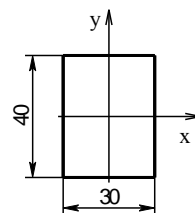

Рис. 10
3. Определить осевые моменты инерции (J_x и J_y) прямоугольника (рисунок 10).
1. Определить осевые моменты сопротивления (W_x и W_y) прямоугольника (рисунок 10).